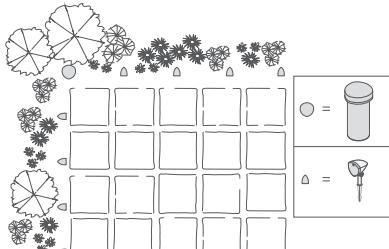

图 1
- 结合 Definitive Technology LS-400 卫星扬声器使用（见图 1）